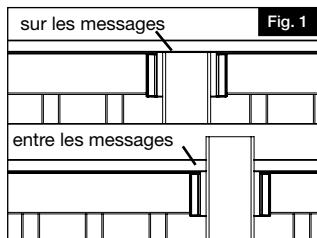

Fig. 1
**NOTE:** La rampe de terrasse peut être installée entre les poteaux ou sur les poteaux (Fig. 1). Si l'on installe une planche de terrasse sur le dessus du poteau, on doit couper les poteaux structuraux à une hauteur de  $35\frac{7}{8}$  po (91,1 cm) de haut par rapport à la surface de montage. On coupera les manchons à la longueur voulue plus tard, soit à l'étape 6c.